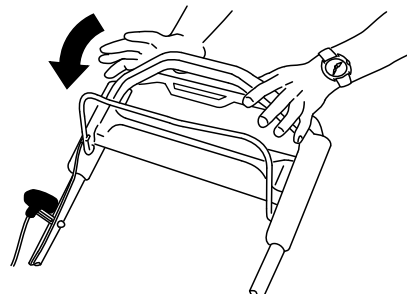

Figura 22
Rilasciate la barra di comando della lama (Figura 22).
- Se il coperchio di scarico posteriore non è installato, afferratelo dalla stegola, sollevate il deflettore posteriore e inseritelo nel condotto di scarico posteriore fino a bloccare il fermo in posizione; vedere Figura 22.